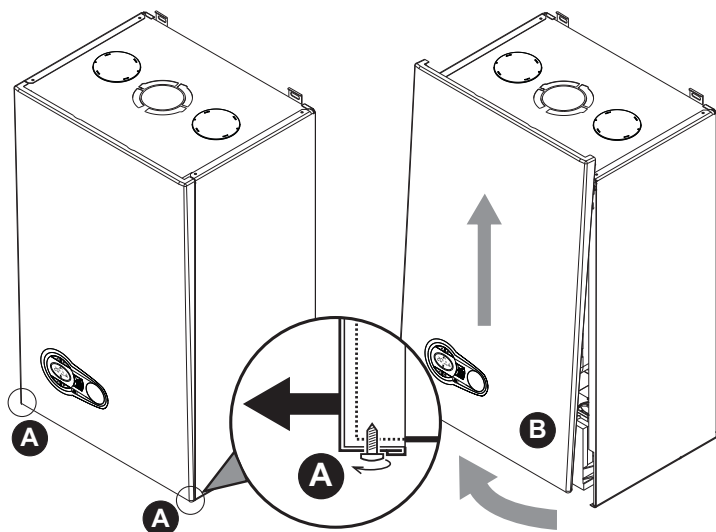

fig. 24 - Ouverture du panneau avant
- Dévisser partiellement les vis **A** (voir fig. 24).